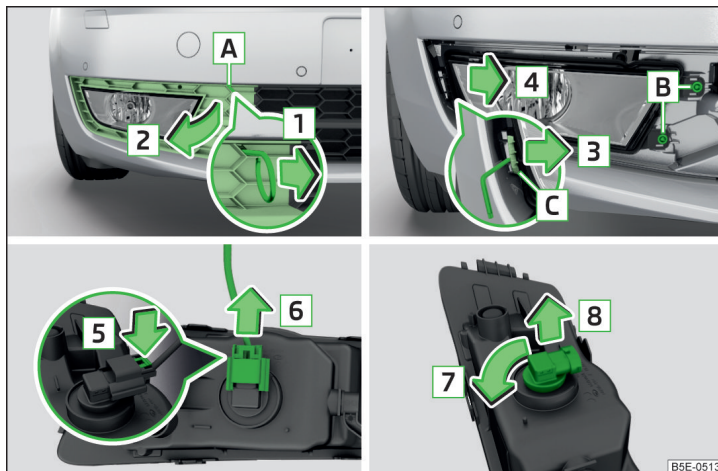

Fig. 238 Scoaterea farului de ceață / înlocuirea becului cu incandescență - varianta 1
- Introduceți brida pentru extragerea capacelor integrale de roată în degajarea **[A]** » fig. 238.
- Prin tragerea cârligului în sensul săgeții **[1]**, scoateți grila de protecție în sensul săgeții **[2]** » fig. 238.
- » Introduceți farul de ceață în sens contrar săgeții [4] » fig. 238 și înșurubați-l.